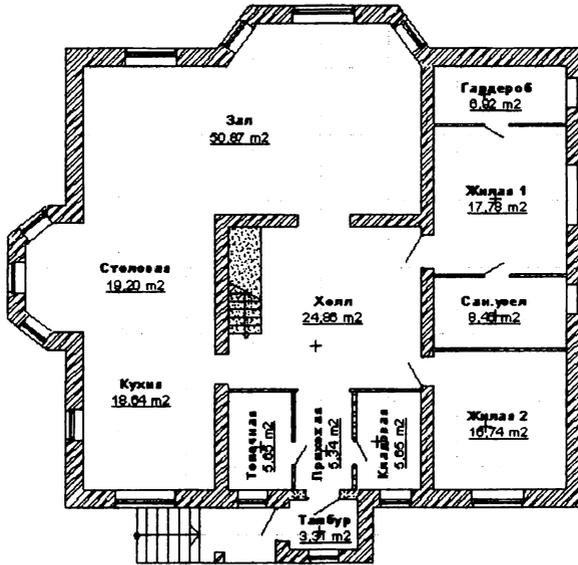

Рисунок 77
1. Создайте зоны для всех помещений (рис. 77).